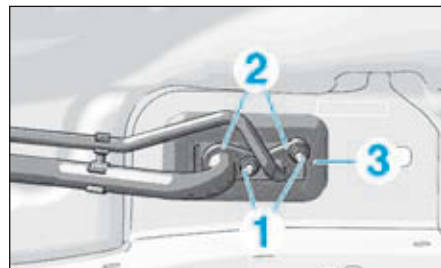

FIG.9
- Déposer les écrous (1) (Fig.9).
- Débrancher les raccords (2) sur le détendeur.
- Déposer la platine (3).